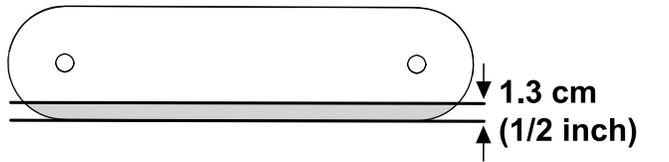

図 19
1. サポートプレートを外し、図 19のように、前面から 13mm 後退するようにトリミングを行う。